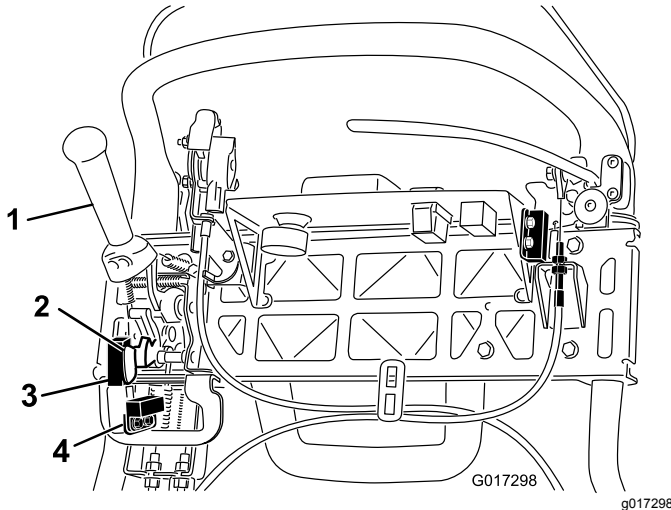

Bild 44
4. Lösen Sie die Befestigungsschrauben des Sicherheitsschalters (**Bild 44**).
5. Legen Sie eine 1,6 mm dicke Unterlegscheibe zwischen den Fahrtriebshebel und den Sicherheitsschalter (**Bild 44**).
4. Lösen Sie die Befestigungsschrauben des Mähensors (**Bild 44**).
5. Legen Sie eine 1,6 mm dicke Beilagscheibe zwischen das Mähensorflag und den Mähensor (**Bild 44**).